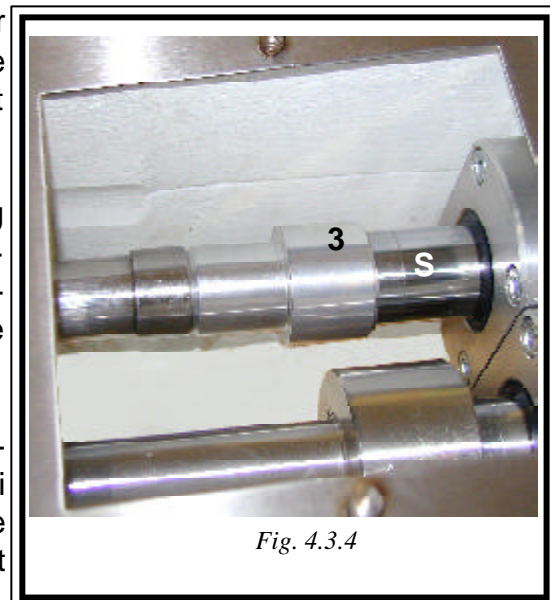

Fig. 4.3.4
- Siehe Fig. 4.3.4, an einem Ende der Auszieher befindet sich eine Einkerbung, welche auf die Führungen der Kolbenstangen „S“ aufgesetzt werden kann.